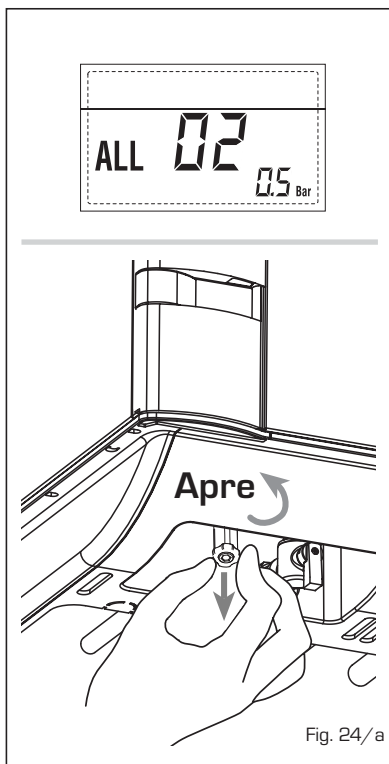

Fig. 24/a
**- ANOMALIA ALTA PRESSIONE ACQUA "ALL 03"** (fig. 24/b)